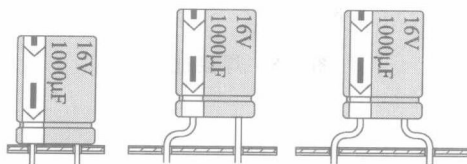

图 1.6 电容器的安装
② 二极管的安装方法基本上和电阻器一样。
③ 三极管的安装应根据需要选择不同的安装方法,但不能贴板安装,弯脚时注意尺寸,要留有一定的高度。
④ 电容器的安装也要根据实际情况,选择不同的安装方法,相同体积的电容器安装高度要一致,特殊情况也可以卧式安装,如图 1.6 所示。